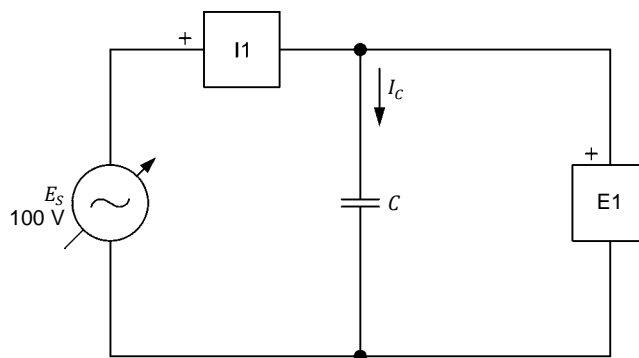

Figure 2-6. Circuit ca contenant un condensateur.
8. Montez le circuit montré dans la figure 2-6.
La valeur de la capacitance C à utiliser dans le circuit de la figure 2-6 dépend de la fréquence de la source d'alimentation ca, tel qu'indiqué dans le tableau 2-3.